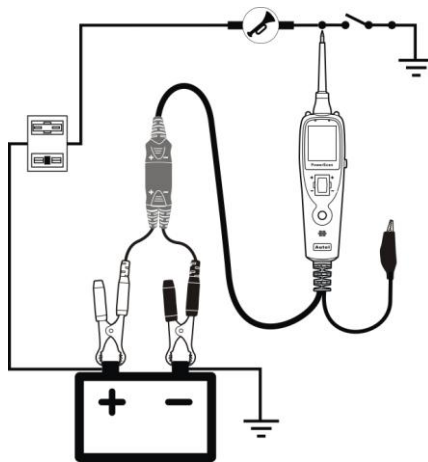

Figura 14
Con la herramienta en modo tensión continua (DC), haga contacto entre la punta de sonda y el terminal negativo del componente; el LED rojo debería iluminarse. Sin dejar de mirar el LED rojo, pulse hacia atrás el interruptor de alimentación y suéltelo rápidamente. Si el LED rojo se apaga y el LED verde se ilumina, puede proseguir con más activaciones (Figura 14). Si el LED verde se apaga en ese instante o el disyuntor se activa es porque la herramienta ha sufrido una sobrecarga. Esto puede deberse a los siguientes motivos: